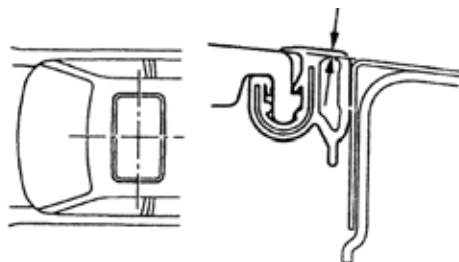

图 9-217
(1)检查滑动天窗(防水条)和天窗板之间的公差,如图 9-217 所示。尺寸(后边角):  $0 \pm 1.5\text{mm}$ 。